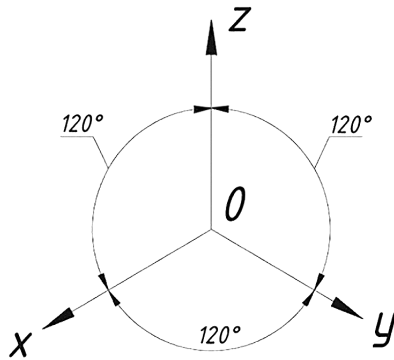

Рис. 24
*Прямоугольная изометрическая проекция.* В прямоугольной изометрической проекции оси располагаются под углом  $120^\circ$  друг к другу. Коэффициенты искажения по аксонометрическим осям  $x, y, z$  одинаковы и равны  $0,82$ . Для упрощения коэффициент искажения принимают равным  $1$ , при этом линейные размеры изображения увеличиваются в  $1/0,82 = 1,22$  раза (рис. 24).